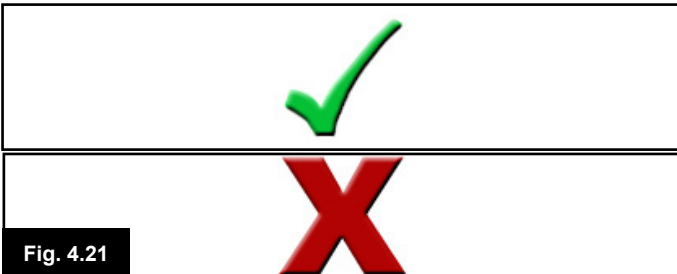

Fig. 4.21
**Kryss- og hakesymbol (Fig. 4.21)**